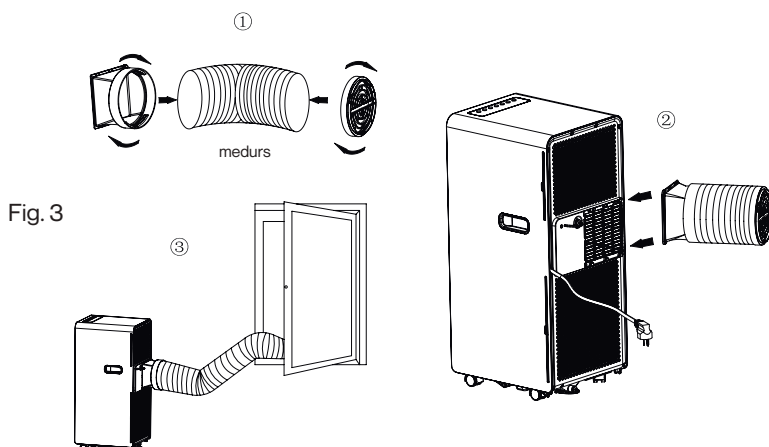

Fig. 3
3. Placera den andra änden av avgasslangen på den närmaste fönsterbrädan (se Fig.3).